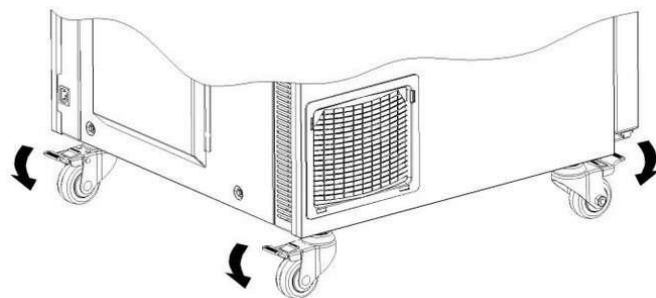

Fig. 5
- Låsanordningarna på de två främre hjulen måste aktiveras när produkten är på plats (se fig. 5).